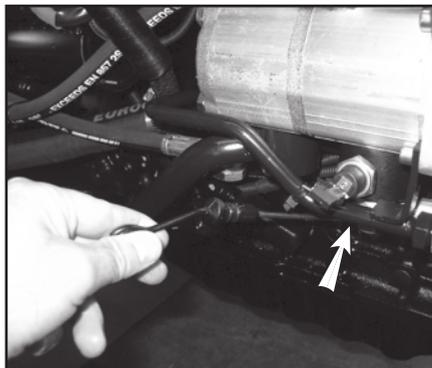

Fig. 6.8
- Changer l'huile hydraulique du groupe boîtier de vitesses arrière et les éléments filtrants (152) et (153).
- Vérifier tous les niveaux d'huile (Fig. 6.8) et éventuellement en rajouter pour atteindre le niveau normal en utilisant l'huile recommandée.